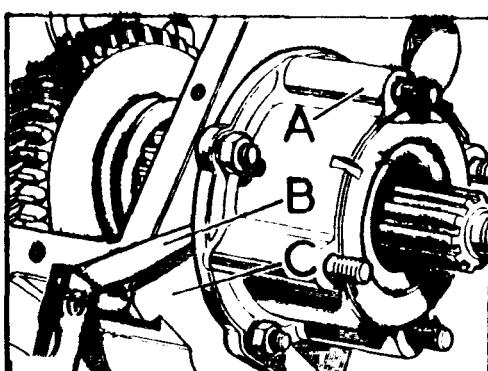
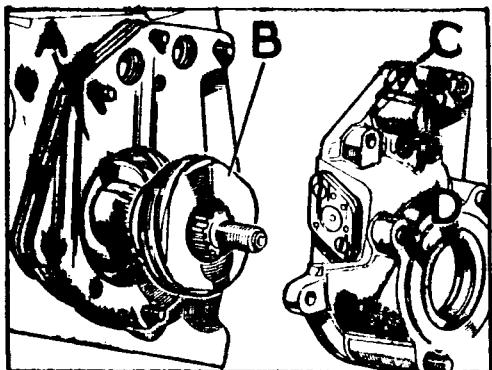

Fig. C-44 Determinación de suplementos para la caja del velocímetro
Fig. C-45 Conjunto del mando del velocímetro
- d) Una vez que la carga previa sea correcta, se verificará que la separación entre la caja del velocímetro y la caja reductora es la misma en todos los puntos, lo que se determina por medio de una galga, B (Fig. C-44). Esta separación será igual al grueso de los suplementos, A (Fig. C-45) que será preciso colocar entre ambas cajas al hacer el montaje definitivo y mantener la carga previa especificada.